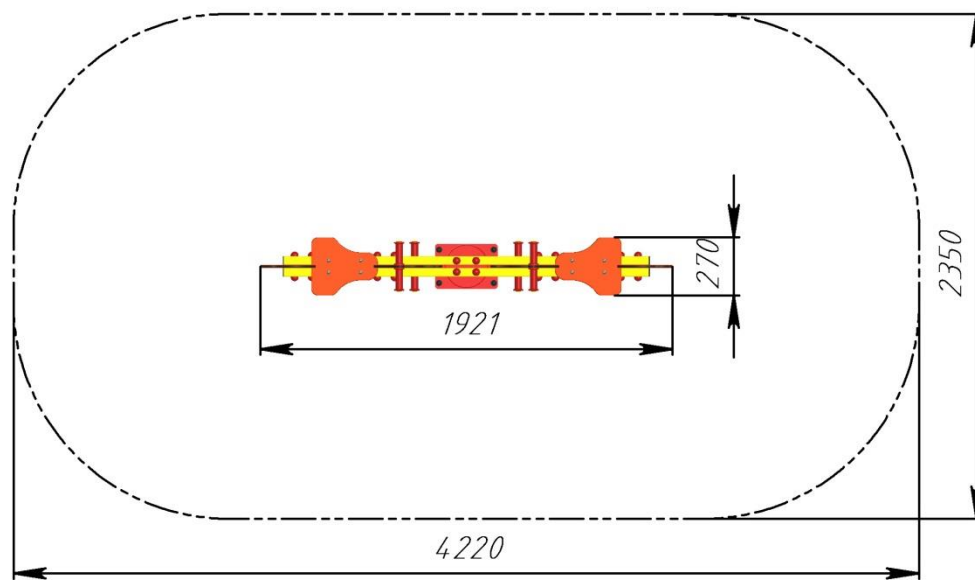

Рис.2 Зона приземления качалки на пружине двойной РТР 044-06
3.5. Монтаж качалки проводится на ровном месте в соответствии с планировкой размещения всего оборудования площадки. При монтаже необходимо обеспечить безопасную зону приземления вокруг качалки в соответствии с рис. 2.